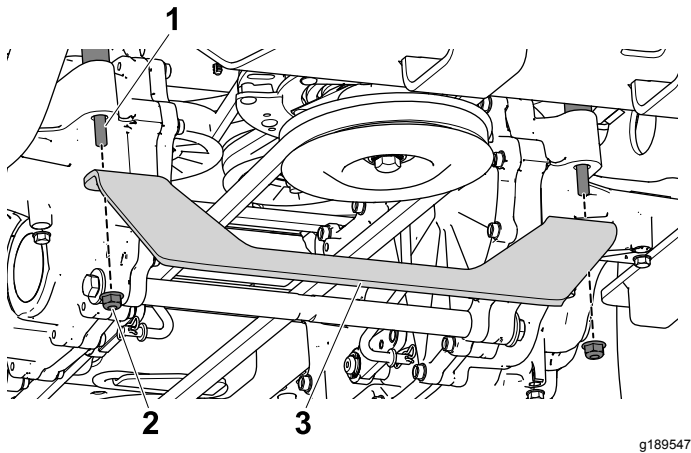

Figure 15
1. Retirez les 2 écrous à embase des boulons de support sur les transmissions gauche et droite, et mettez-les de côté (Figure 15).
2. Engagez le support sur les boulons et fixez-les avec les 2 écrous à embase que vous avez retirés à l'opération précédentes (Figure 15).